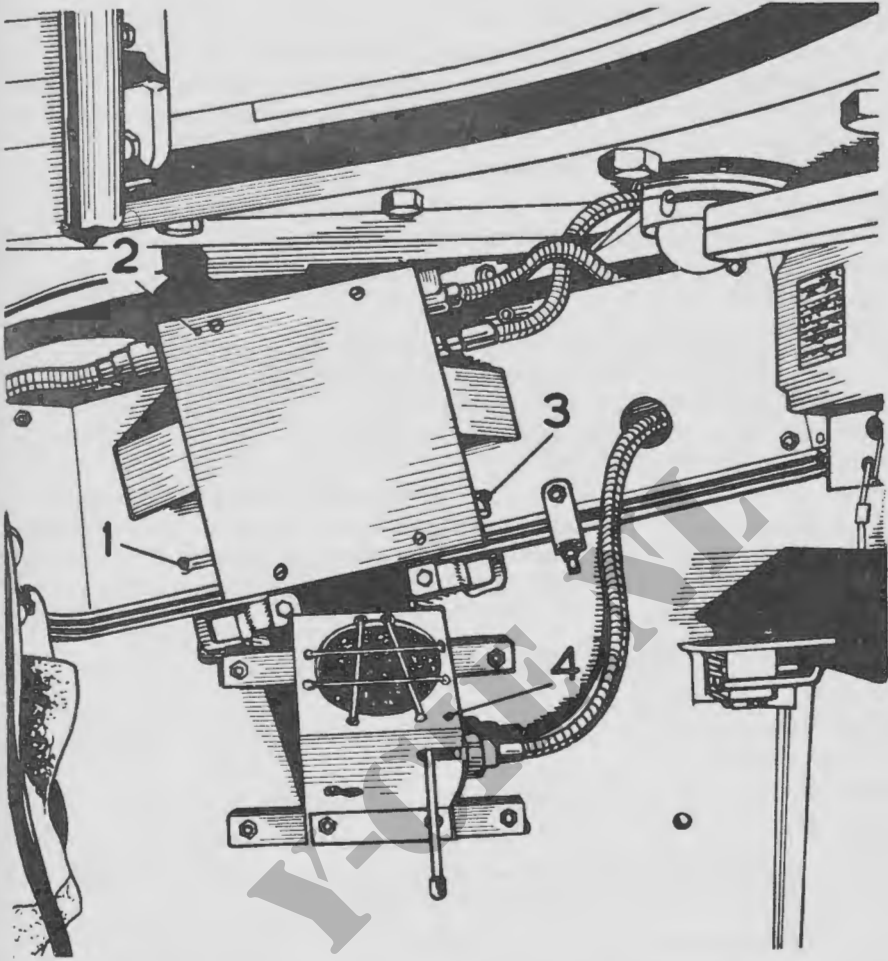

Fig. 61. Aansluitdoos tegen de rechter zijwand van de gevechtsruimte
Aan de voor-zijkant van de aansluitdoos aan de rechterzijwand van de gevechtsruimte is een testknop aangebracht, waarmee de werking van het alarmsysteem gecontroleerd kan worden (fig 61 nr 1).
- Druk op de testknop (fig 61 nr 1) en luister of de alarmclaxon gaat. Geeft de claxon geen geluid, inspecteer dan zekering C in het schakelbord van de chauffeur, vervang deze zo nodig. Blijkt de zekering niet defect te zijn, dan is er een fout in het circuit, dit moet aan de monteur gemeld worden.